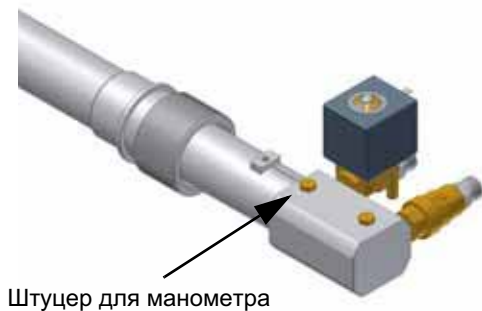

Рис. 16
- 10 Давление питания форсунки уже отрегулировано заранее на заводе-изготовителе и не должно изменяться. Только в случае необходимости, отрегулировать давление питания (см. соответствующий параграф) следующим образом: установить манометр в положение, указанное на Рис. 16, воздействовать на регулировочный винт **VR** насоса (см. Рис. 15) до получения на форсунке давления в 25 бар (форсунки Fluidics - см. график на Рис. 14);
- 11 Давление питания форсунки уже отрегулировано заранее на заводе-изготовителе и не должно изменяться. Только в случае необходимости, отрегулировать давление питания (см. соответствующий параграф) следующим образом: установить манометр в положение, указанное на Рис. 16, воздействовать на регулировочный винт **VR** насоса (см. Рис. 15) до получения на форсунке давления в 25 бар (форсунки Fluidics - см. график на Рис. 14);